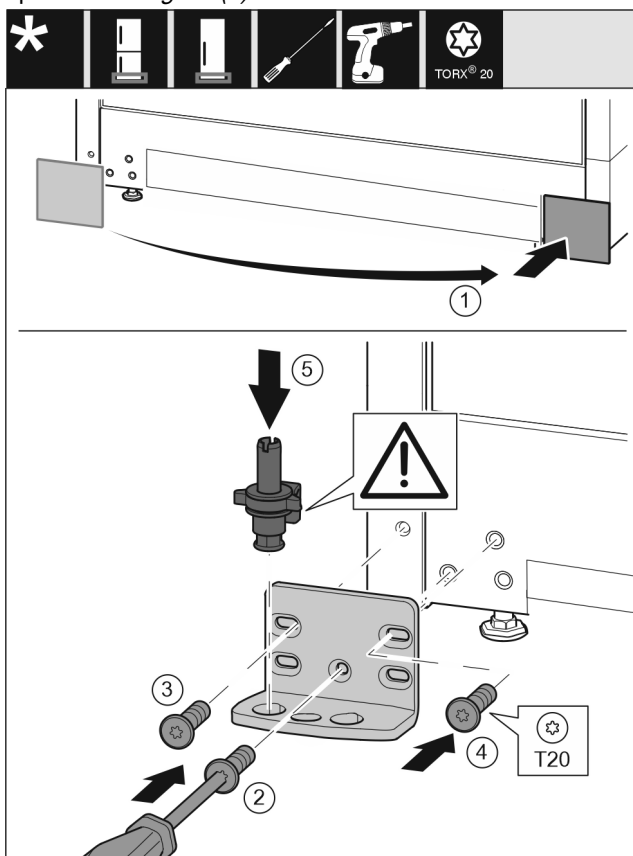

Fig. 16
- ▶ Снимите крышку и установите с другой стороны. Fig. 16 (1)